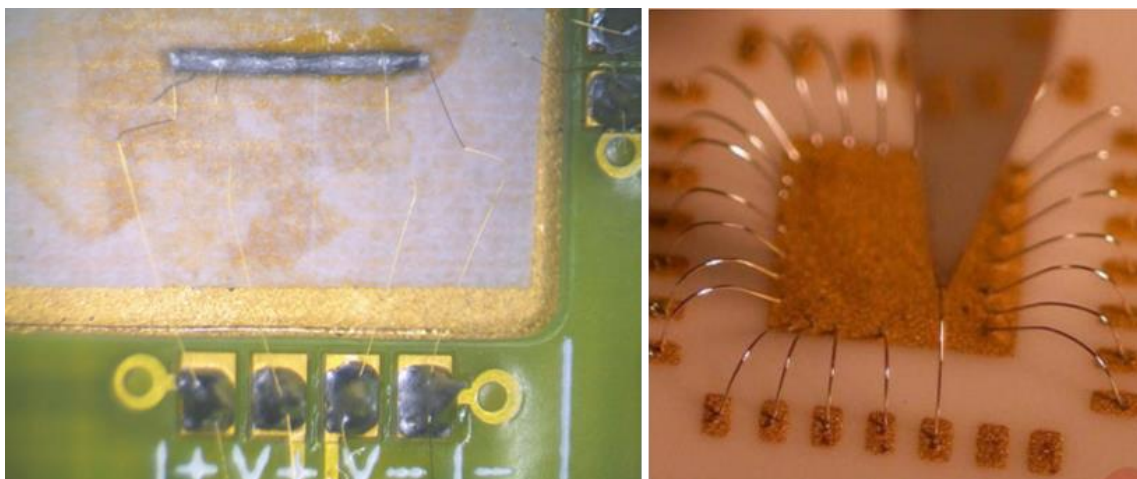

图 6.6 样品安装方式：左图：银胶+金属导线；右图：wire bonding；
- 2) 样品连接方式最常见的有两种，如图 6.6 所示：一种是银胶加导线，导线可以选择金线、银线、铜线等，导线与样品托之间的连接一般为欧姆接触，需要注意的是导线与样品之间的接触良好，大部分情况下需要在样品表面镀制金属薄膜电极；另一种是 wire bonding，主要针对薄膜材料，导线一般为铝线或金线，这种方式方便快捷；